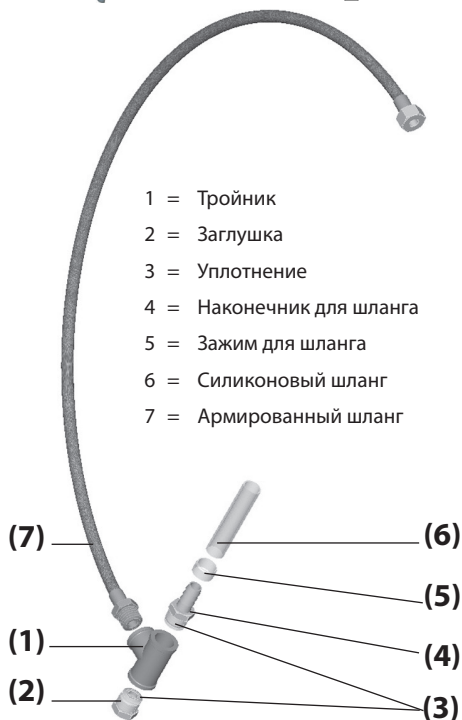
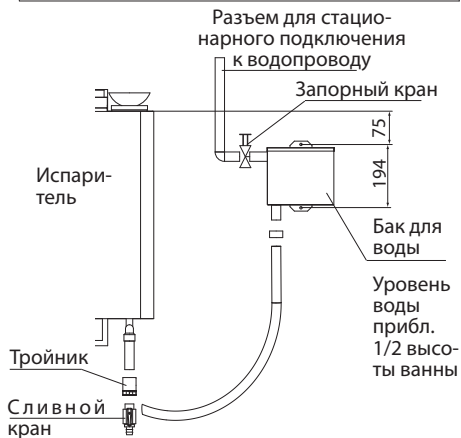

Рис. 2
Рис. 6
- Просверлите крепежные отверстия диаметром 3,4 мм в соответствии с размерами на рис. 6
- Выполните соединение бака для воды с испарителем согл. рис. 2 и рис. 6. Вместо заглушки (2) (рис. 2) прикрутите сливной кран.